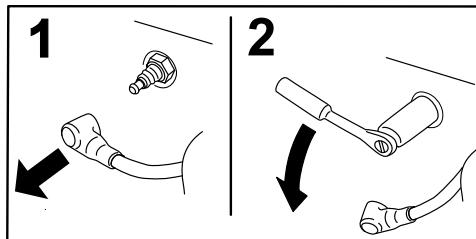

Bild 12
2. Entfernen Sie die Zündkerze, wie in Bild 12 dargestellt.